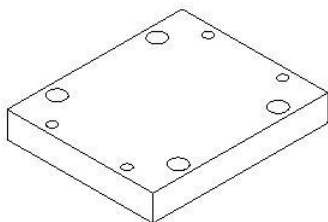

图7-58
6. 在设计区域中只显示 B 板, 将其他组件全部隐藏, 结果如图 7-58 所示。